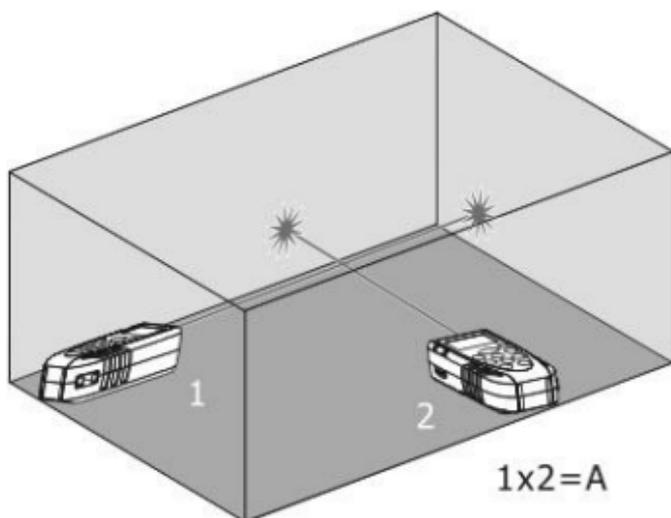

Fig. 5: Exemplo de medição da Área
3. Premir o botão  para efetuar a primeira medição (comprimento) da superfície em análise (ver Fig. 5). O valor correspondente é inserido no primeiro display parcial. O símbolo "" é apresentado no display com o lado "2" intermitente
4. Premir novamente o botão  para efetuar a segunda medição (largura) da superfície em análise (ver Fig. 5). O valor correspondente é apresentado no segundo display